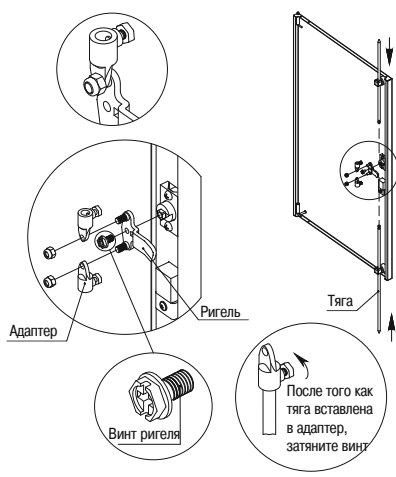

Рисунок 11 – Сборка дверей
4.4.2 Закрепите ригель на замке с помощью болта. Наденьте адаптеры на стержни ригеля, закрепите гайками. Вставьте тяги в адаптеры, притяните болты на адаптерах (рисунок 11).
4.4.3 Закрепите ригель на замке с помощью болта. Наденьте адаптеры на стержни ригеля, закрепите гайками. Вставьте тяги в адаптеры, притяните болты на адаптерах (рисунок 11).